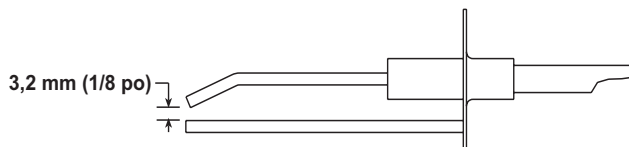

Figure 22. Allumeur indication de l'écartement des pointes
- L'écartement des pointes (voir Figure 22) doit être maintenu à 3,2 mm (1/8 po).